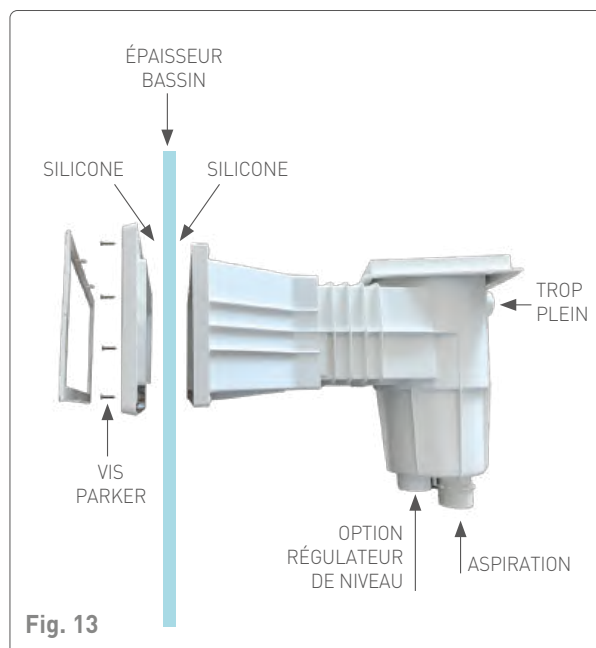

Fig. 13
- mise en place du skimmer (Fig. 13).
Ces opérations terminées, procéder côté intérieur et côté extérieur à une nouvelle application de mastic aux jonctions du skimmer et de la coque. Écraser ces applications aux fins de pénétration et de lissage. Côté extérieur, le chanfrein d'angle, autour du skimmer, devra être homogène (Fig. 13)